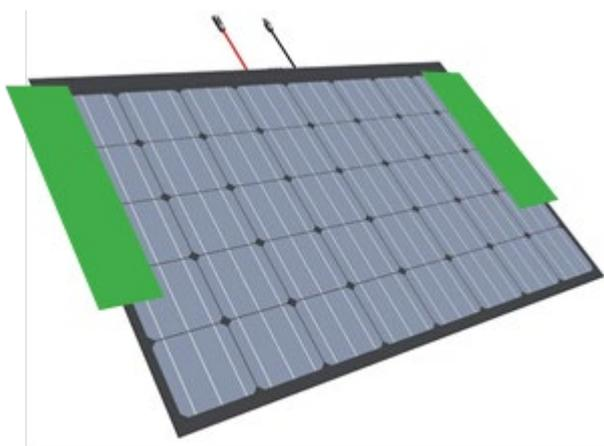

Abbildung 41 Bevorzugte Trittstellen
- Bevorzugte Trittstellen auf dem Steg der Wasserablaufrinne gemäss Abbildung 41 (als grüne Fläche eingezeichnet)
- Belastungen minimieren (z. B. nicht auf Ecken, horizontale Kanten und Haken stehen (siehe Abbildung 41))